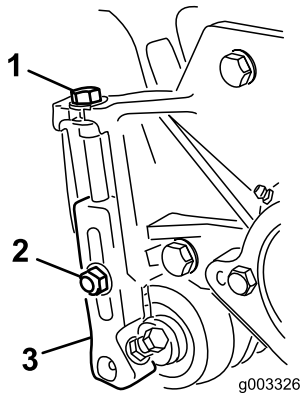

Figura 22
1. Afloje las contratuercas que fijan los brazos de altura de corte a las chapas laterales de la unidad de corte (Figura 22).